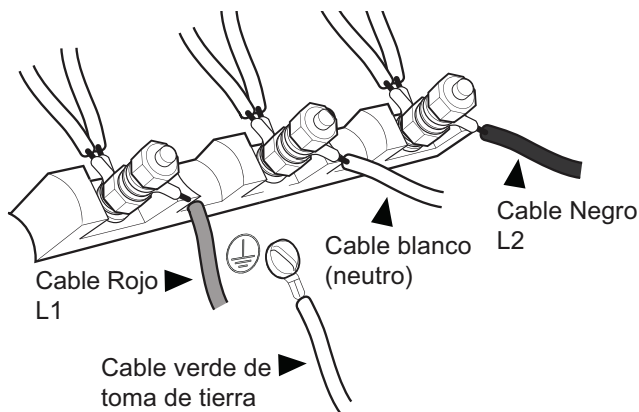

Figura 11: Conexión de cuatro cables
4. Fije el cable neutro de toma de tierra del circuito de alimentación al contacto central de la caja de conexiones con una tuerca (vea la *Figura 11*).